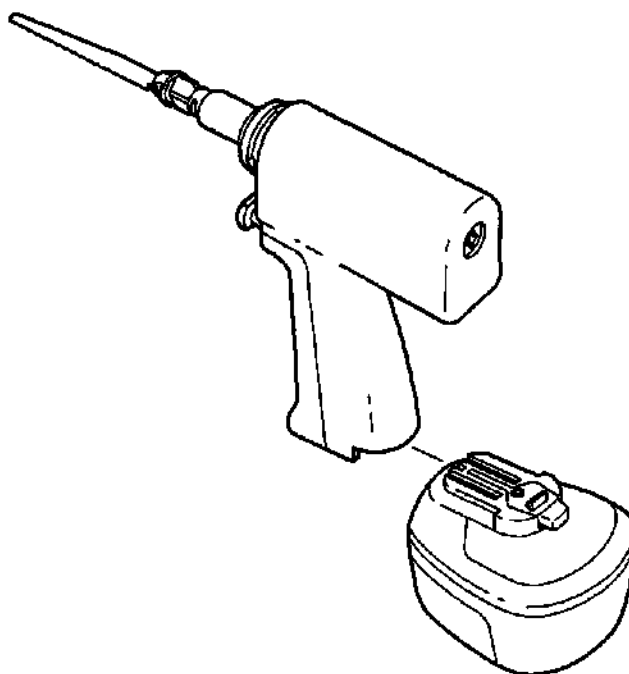

Рисунок 2. Установка батарейного отсека
1. Плотно задвиньте батарейный отсек с полностью заряженной батареей в соответствующие пазы на корпусе инструмента до щелчка фиксатора батареи, который указывает на правильность установки (см. рисунок 2).